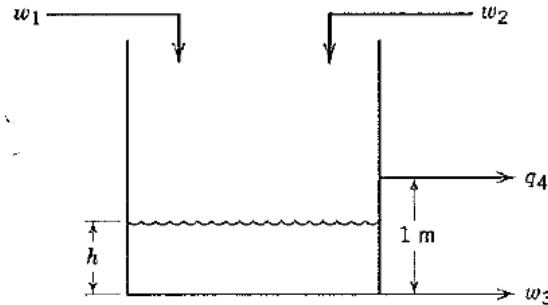

Figura 8 – Tanque da questão 8.
8) Um tanque de armazenamento, mostrado na Figura 8, tem duas correntes de alimentação - vazões mássicas w_1 e w_2 - e uma corrente de saída (w_3). O tanque é cilíndrico com diâmetro de 2m e altura de 2,5m. A densidade do líquido no interior do tanque é 800 kg/m^3 . O *start-up* do tanque é feito enchendo-o até um nível de 1,75m usando uma vazão constante de 120 kg/min para a corrente 1, 100 kg/min para corrente 2 e 200 kg/min para corrente 3. Ao atingir essa determinada altura, a vazão da corrente 1 é ajustada para 100 kg/min, mantendo fixo o nível do tanque. Porém, devido à